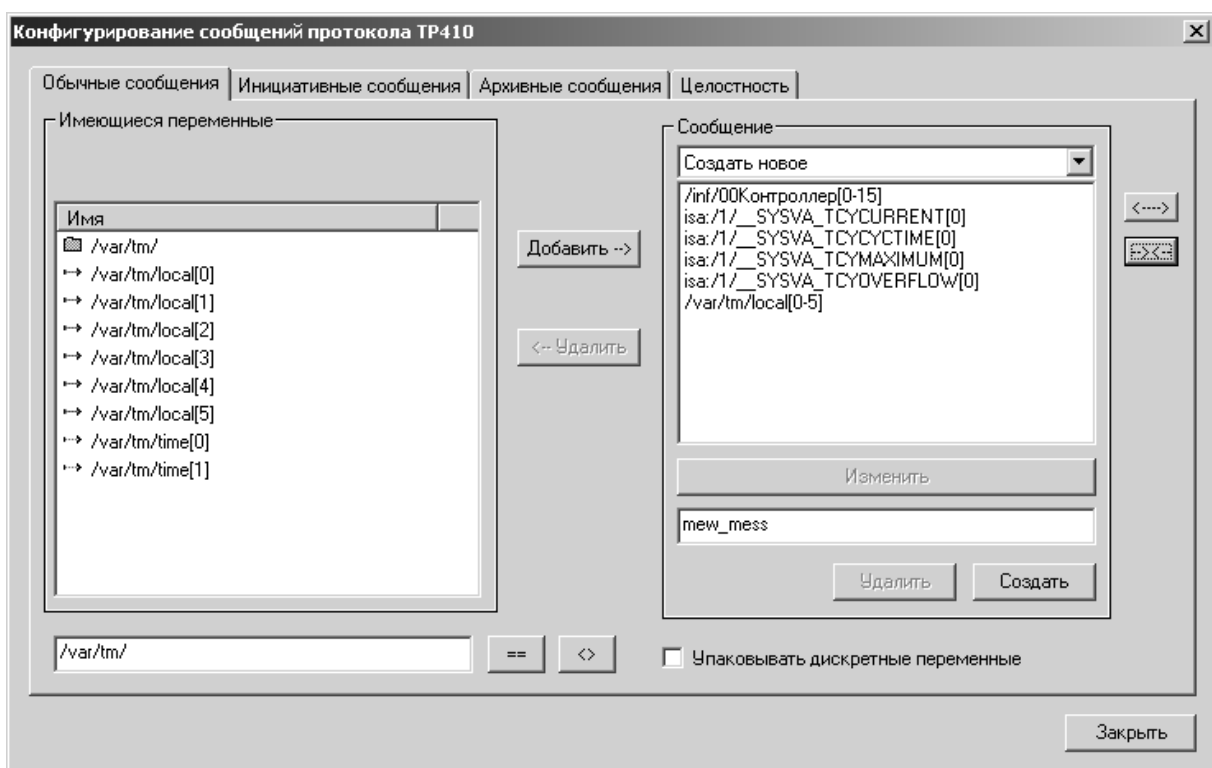

Рисунок 4.53 - Конфигурация обычных сообщений
- выбрать сообщение в выпадающем списке панели «Сообщение» (Рисунок 4.53);
При нажатии на кнопку «→←» переменные будут отражены в сжатом виде, то есть если в сообщении включается диапазон значений переменной, то будет отражён диапазон (см. Рисунок 4.53).